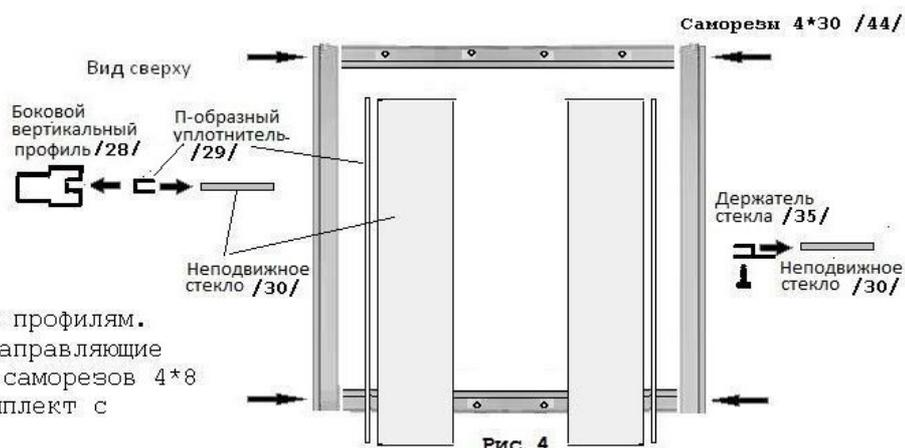

Рис. 4
4.2. Сборка фронтальной стенки (рис.4)